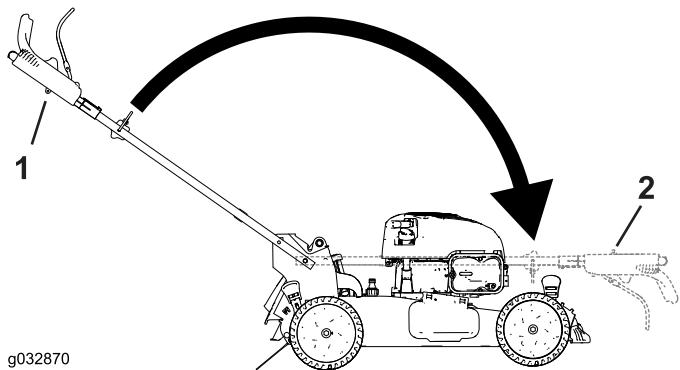

Рисунок 28
3. Сложите рукоятку, повернув ее вперед (Рисунок 28).